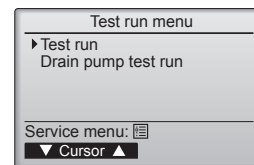

Fig. 7-2
- ② Wählen Sie „Test run“ (Testlauf) aus dem Testlauf-Menü, und drücken Sie die [AUS-WAHL]-Taste. (Fig. 7-2)
- ③ Der Testlauf beginnt, und der Testlaufbildschirm wird angezeigt.